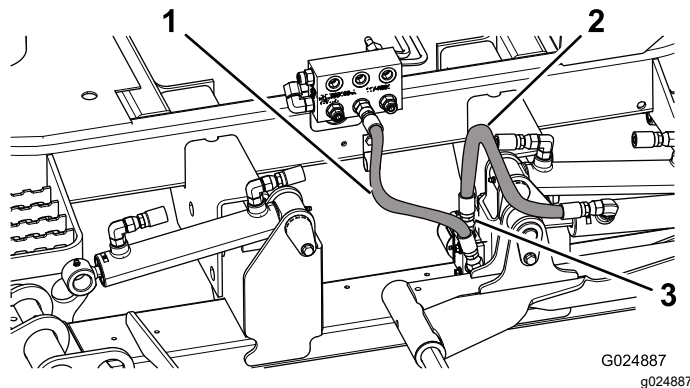

Figura 4
8. Encaminhe e instale extremidade do tubo desligado do coletor de junção na parte superior da união (reta) no coletor de bloqueio da plataforma (Figura 4).
9. Encaminhe e instale o novo tubo no coletor de junção e na união do coletor de bloqueio da plataforma a 90 graus (Figura 4).